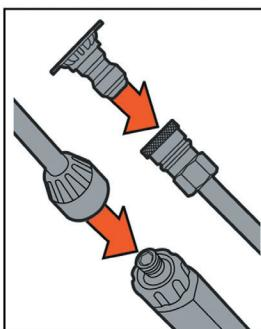

Рис. 11
7. Установите на пистолет распылительную насадку и форсунку (рис. 11). В комплекте с мойкой GPW 210 поставляется 4 распылительных форсунки, различающиеся углом распыления (0° , 25° , 40° , SOAP).